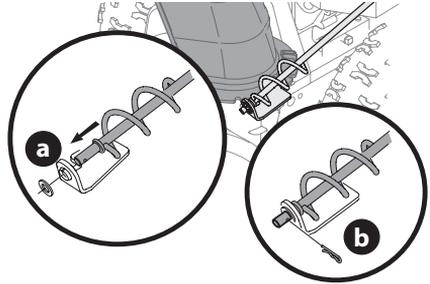

Figura 11
3. Quite la tapa plástica (si está presente), la arandela plana (a) y el broche de horquilla (b) del extremo de la varilla de control del canal (Figura 11).